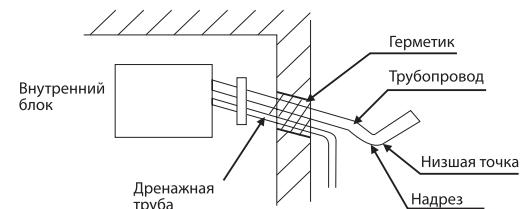

Рисунок 47 - Схема изгиба трубопроводов
- В случае, если отверстие в стене помещения выполнено ниже места установки внешнего блока, трубопроводы должны быть согнуты соответствующим образом, а изоляция трубопроводов надрезана в низшей точке изгиба, с целью предотвращения попадания в помещение атмосферной воды (см. рис. 47).